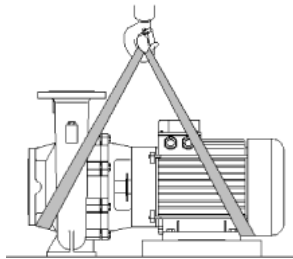

Fig. 2: Pompanın nakliyesi
- Motordaki nakliye halkaları sadece yük bağlanırken kılavuz amacı güder (bkz. Fig. 2).